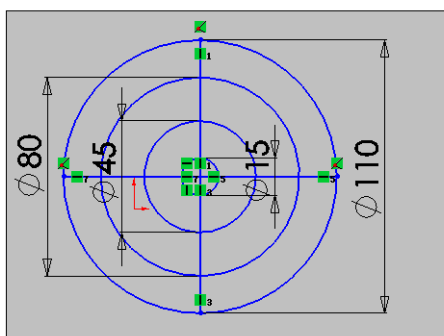
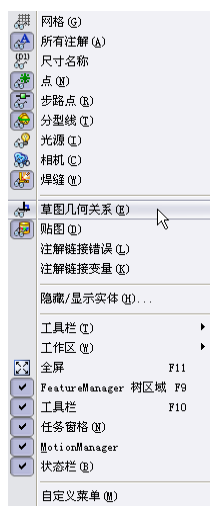
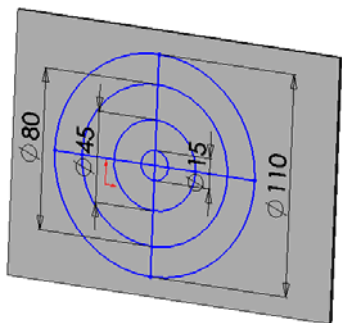

图 10-57 通风口草图
图 10-58 视图菜单
图 10-59 使草图几何关系不显示
(1) 首先在钣金零件的表面绘制如图 10-57 所示的通风口草图。为了使草图清晰，可以选择“视图”→“草图几何关系”菜单命令（见图 10-58）使草图几何关系不显示，结果如图 10-59 所示，然后单击（退出草图）按钮。